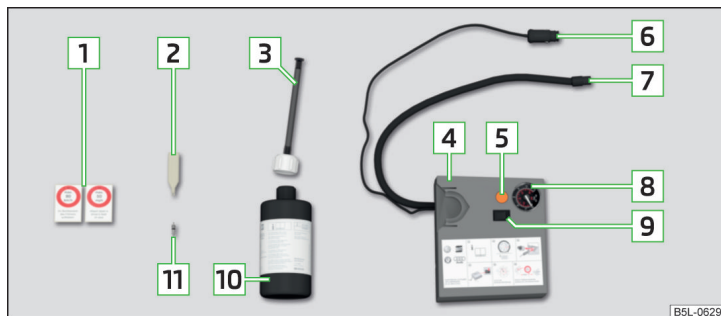

Abb. 247 Prinzipdarstellung: Bestandteile des Pannensets
Bestandteile des Sets » Abb. 247
- Den entsprechenden Aufkleber 1 » Abb. 247 auf Seite 238 auf die Schalttafel im Sichtfeld des Fahrers kleben.
- Die Reifenfüllflasche 10 » Abb. 247 auf Seite 238 einige Male kräftig hin und her schütteln.
- Den Reifenfüllschlauch 7 » Abb. 247 auf Seite 238 des Luftkompressors fest auf das Reifenventil schrauben.